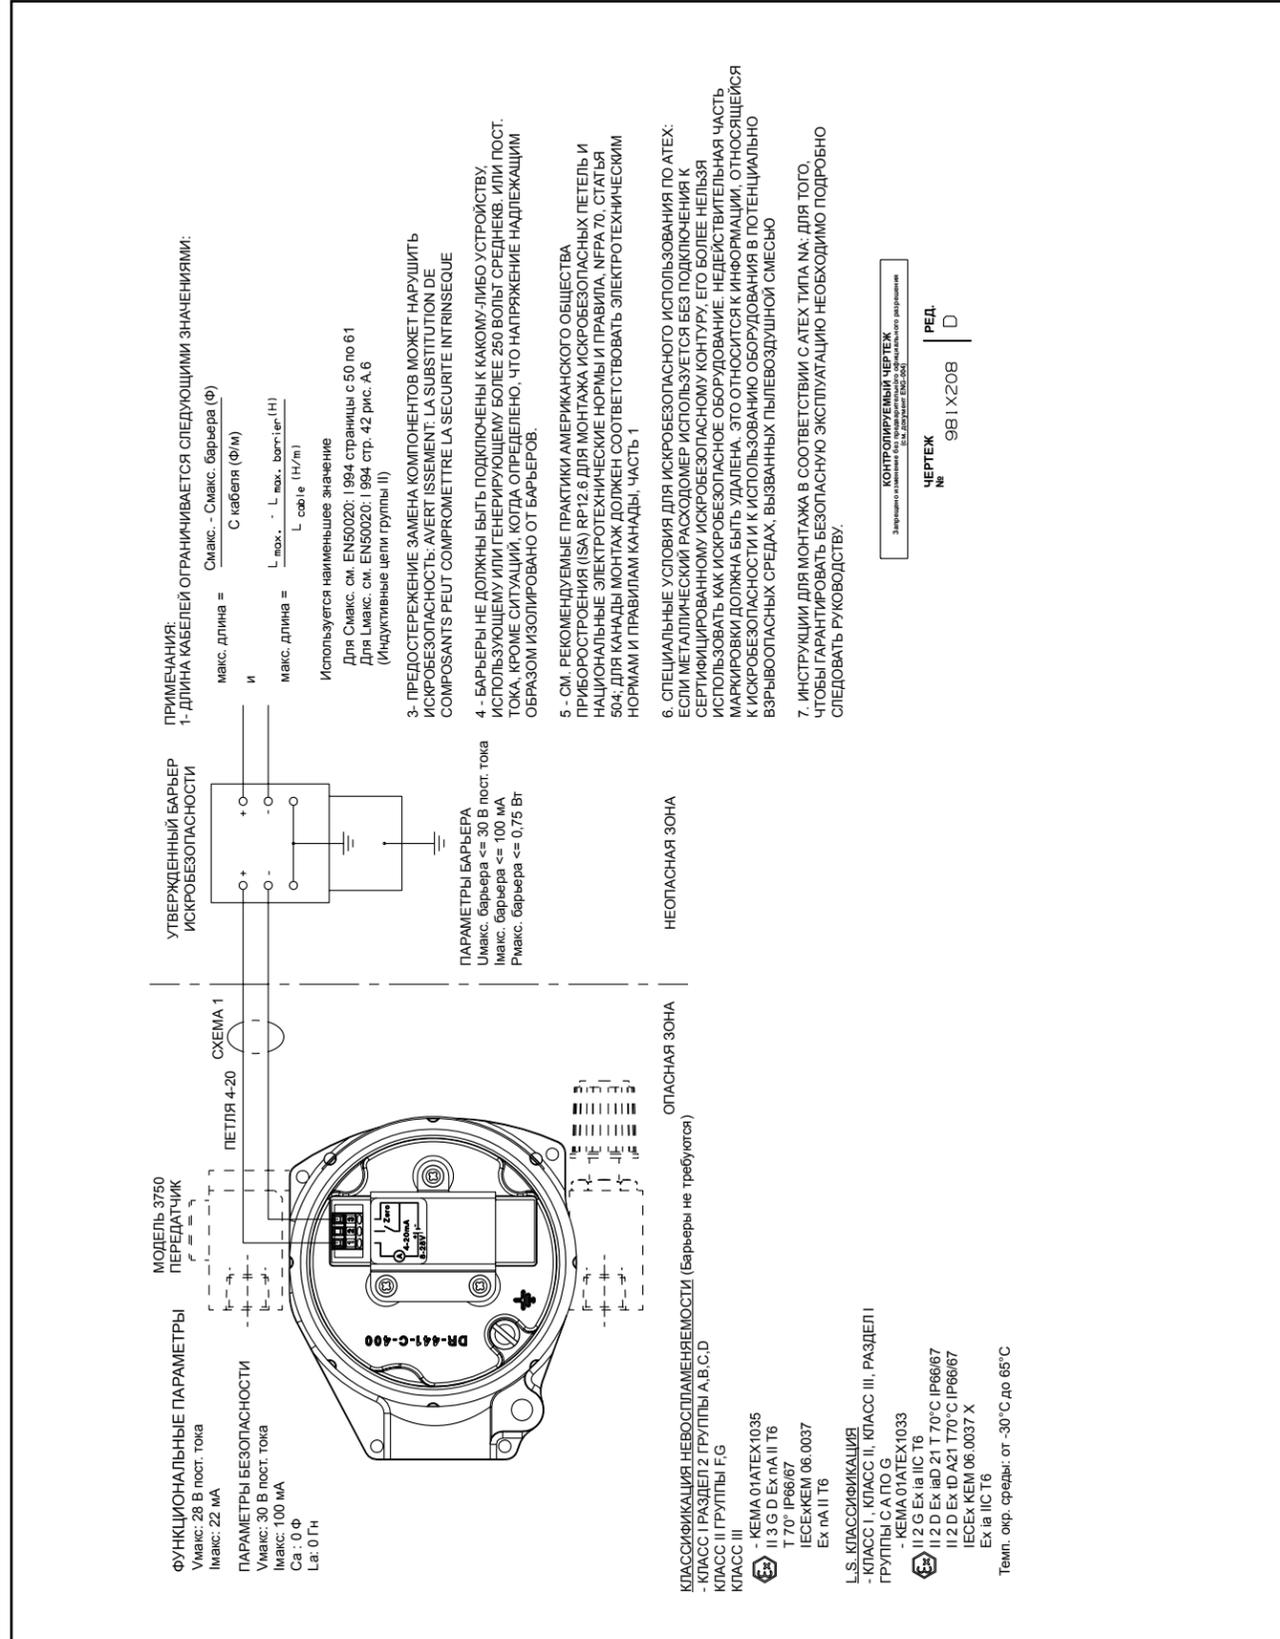

Рисунок 2-7 Схема подключения передатчика для искробезопасных систем
- B. В случае классификации площадки Раздел 2 или Зона 2, барьер не требуется и параметры кабеля не применимы. В соответствии с электротехническими нормами для защиты проводов требуется использование кабеля. См. Рисунок 2-7.